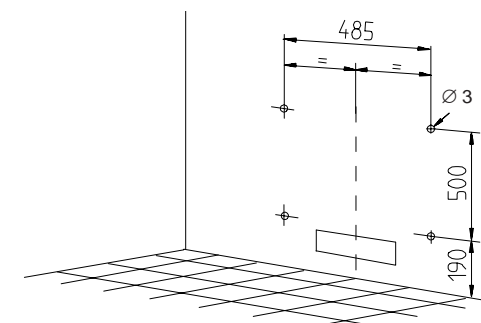
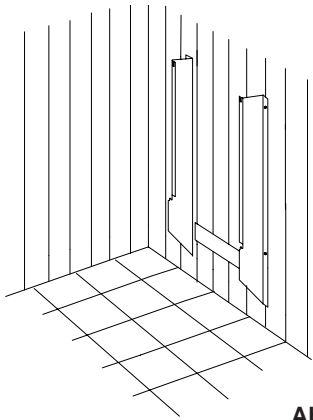

Abb. 1
Abb. 2
1. Bohren Sie gemäß den Maßangaben in Abb. 1 die vier Befestigungslöcher mit einem Bohrdurchmesser von 3 mm vor. In diesen Löchern befestigen Sie die Montagewinkel mit den beigefügten Holzschrauben, wie in Abb. 2 gezeigt. Schrauben fest anziehen. Schrauben Sie jetzt die mitgelieferten Schrauben M 6 an der Ofenrückseite in den oberen Gewindelöchern bis auf ca. 3-5 mm ein. Hängen Sie jetzt den Saunaofen mit den soeben eingeschraubten Schrauben in die oberen Schlitze der Montagewinkel ein, achten Sie darauf, daß der Ofen auch in den unteren hervorstehenden Laschen einrastet. Ziehen Sie zum Abschluß noch die Schrauben mit einem Schlüssel SW 10 fest an.